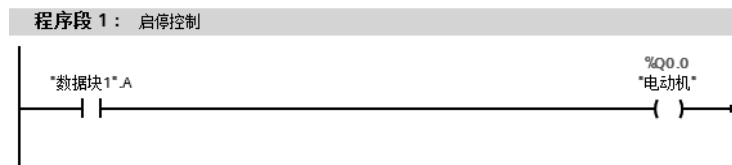

图 5-15 数据块中的程序
④ 在“程序编辑器”中，输入如图 5-15 所示的程序，此程序能实现启停控制，保存程序。